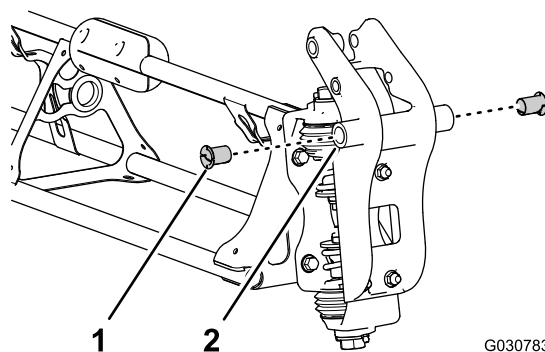

Figura 120
2. Inserite una boccola flangiata in nylon nel foro da 31,8 mm su ciascun lato del raccordo orientabile (Figura 120).